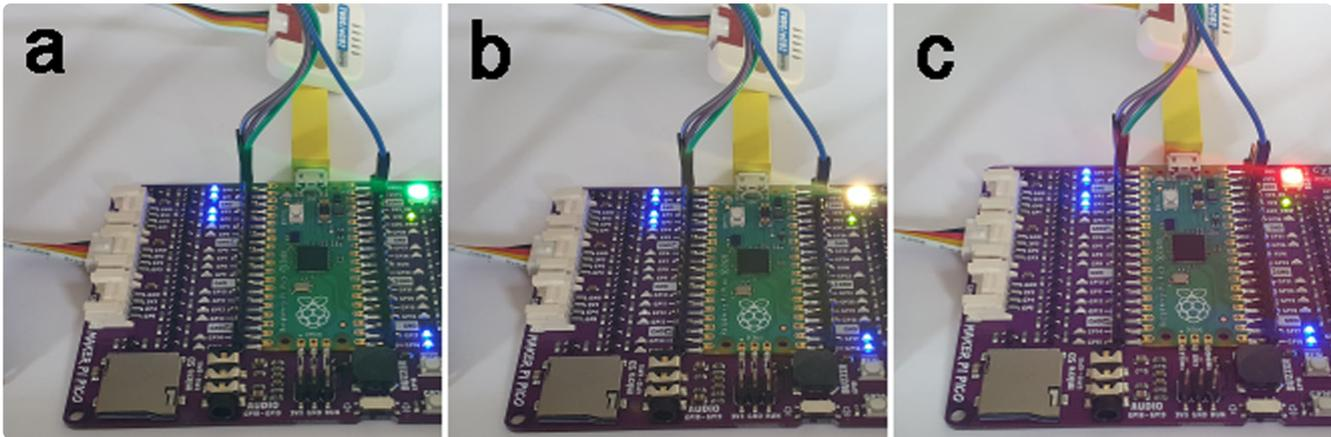

Bild 11. Signalisierung des gemessenen  $eCO_2$ -Wertes durch die Farbe der NeoPixel RGB-LED.
**Bild 10** schließlich zeigt die komplette Schaltung bei der Arbeit. Der Controller fragt den SGP30-Sensor im 5-s-Takt ab und überträgt die letzten Messwerte einmal pro Minute an den ThingSpeak-Server. Die Farbe der NeoPixel-LED entspricht dem gemessenen eCO2-Wert und kann einfach eingestellt werden (**Bild 11**).